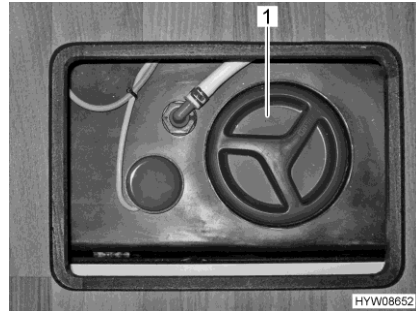

Fig. 176 Orificio de limpieza (depósito de aguas residuales)
- Abrir el orificio de limpieza (Fig. 176,1) del depósito de aguas residuales y la llave de desagüe.